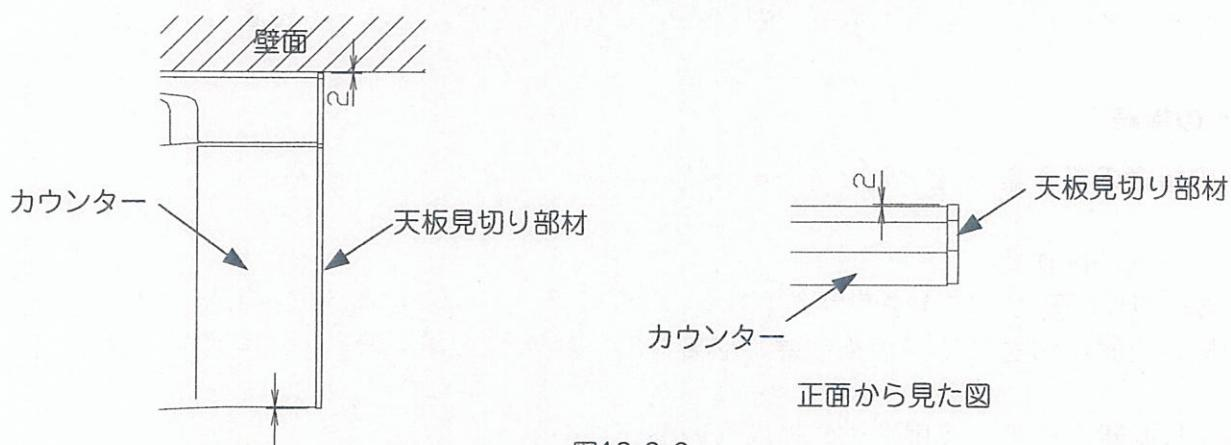

図12-2-6
②カウンターとの段差が2mmになるように天板見切り部材を貼付けてください。(図12-2-6)